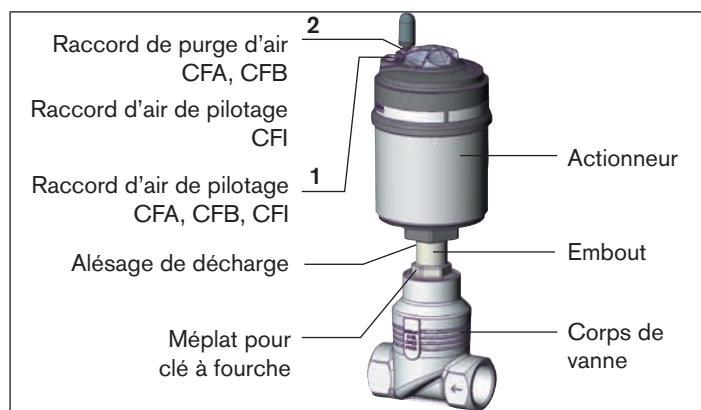

Fig. 25 : Désignation des pièces
- Avec la fonction A et I raccord d'air de pilotage 1 une pression de 6 - 8 bars (voir « Fig. 25 : Désignation des pièces »).
- Avec la fonction B raccord d'air de pilotage 2 une pression de 6 - 8 bars (voir « Fig. 25 : Désignation des pièces »).